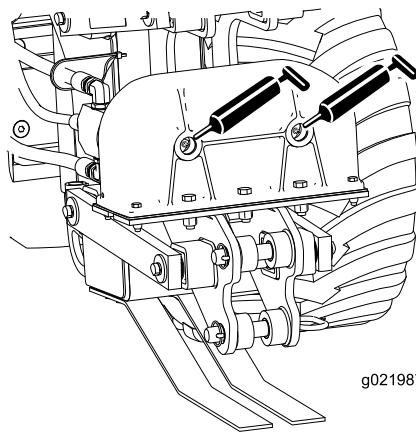
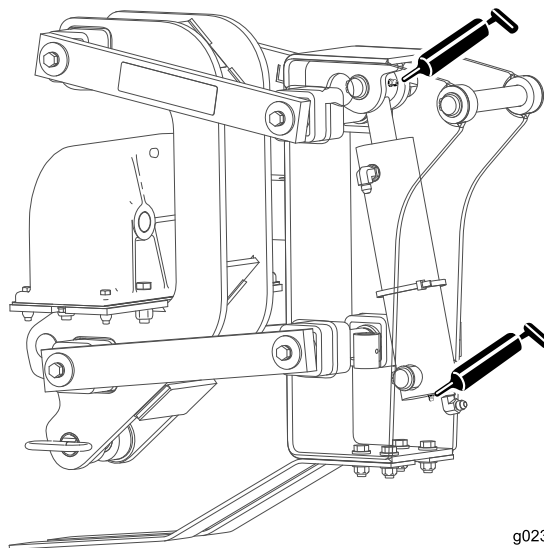

Рисунок 22
Рисунок 23
2. Присоедините к каждой масленке шприц для нагнетания консистентной смазки (Рисунок 22Рисунок 23 и Рисунок 24).